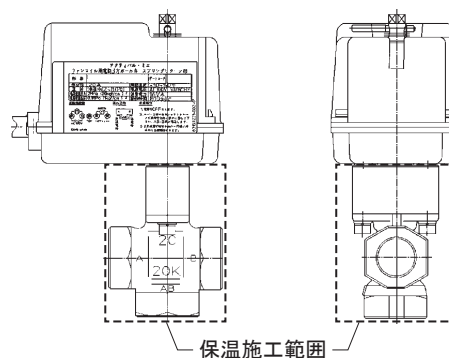

図7 保温施工範囲
- 保温施工は、ロングネック形を使用し、『図7』の[ ]の範囲内で処理してください。